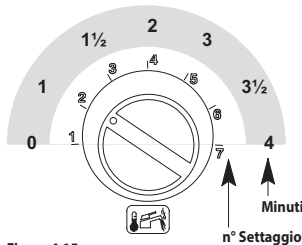

Figura 4.15
Per visualizzare il settaggio impostato tenere premuto il pulsante di ripristino 4 in Figura 3.1 per circa 5 secondi. Le spie di segnalazione 1 in Figura 3.1 lampeggeranno un numero di volte pari al settaggio (Figura 4.15).
• Per cambiare il settaggio ruotare la manopola regolazione temperatura sanitari 2 in Figura 3.1 e posizionarla sul tempo prescelto Figura 4.15 (nella figura es. manopola settata per postcircolazione di un minuto), la lampada di segnalazione blocco 5 in Figura 3.1 lampeggia velocemente.